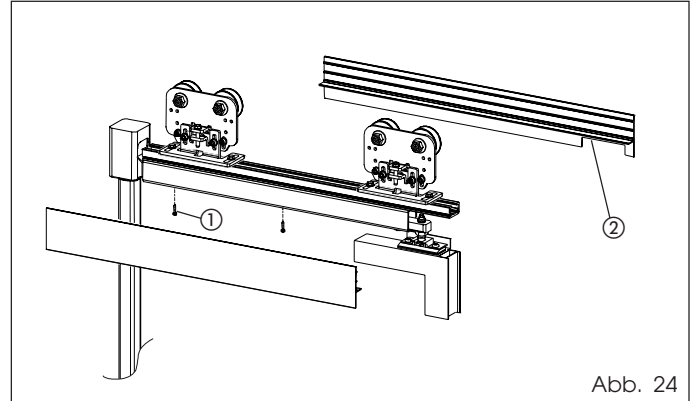

Abb. 24
Die Halteschrauben für die Schutzabdeckung auf der oberen Stange provisorisch positionieren (Abb. 24 Bez. ①) und die beiden Schutzabdeckungen mit Hilfe der entsprechenden Langlöcher auflegen.
Einen Durchbruch an der Schutzabdeckung (Abb. 24 Bez. ②) am Deckel der Schutzabdeckung ausführen, um zu vermeiden, dass die Schutzabdeckung den Bruch des Flügels beeinträchtigt.